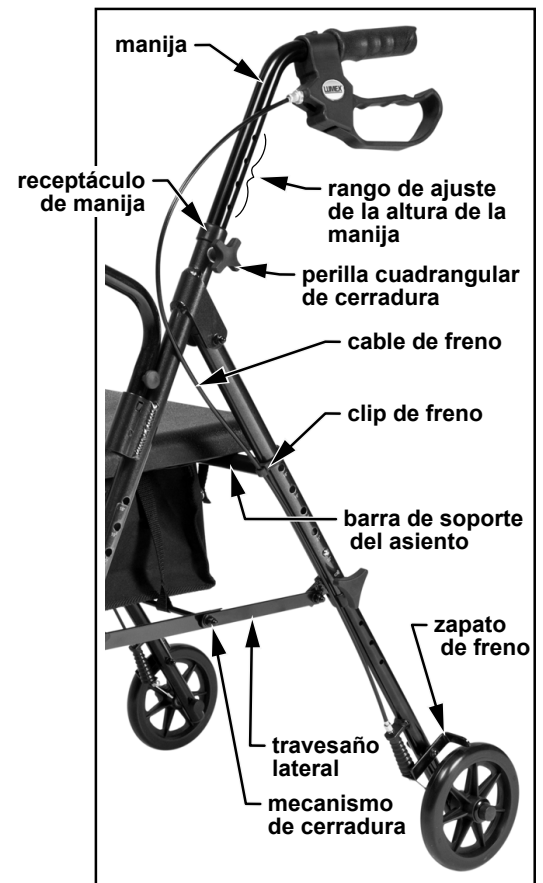

fig. 4
Instale ambas manijas en los receptáculos del marco como se muestra en la fig. 4.
2. Asegure los dos cables de freno con los clips de freno en el marco como se muestra en la fig. 4.